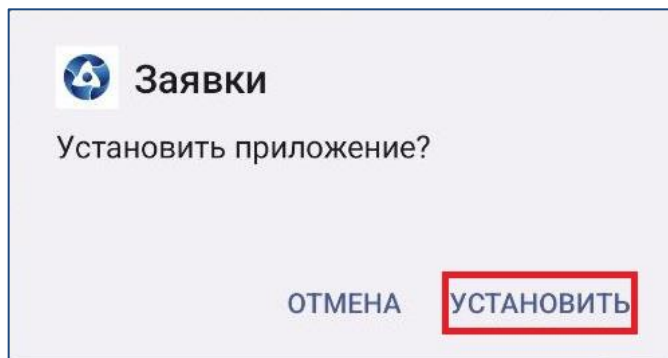

Рисунок 182 – Подтверждение установки МП
2. Подтвердить установку приложения, нажав на кнопку «Установить» (Рисунок 182). Будет запущен процесс установки МП.